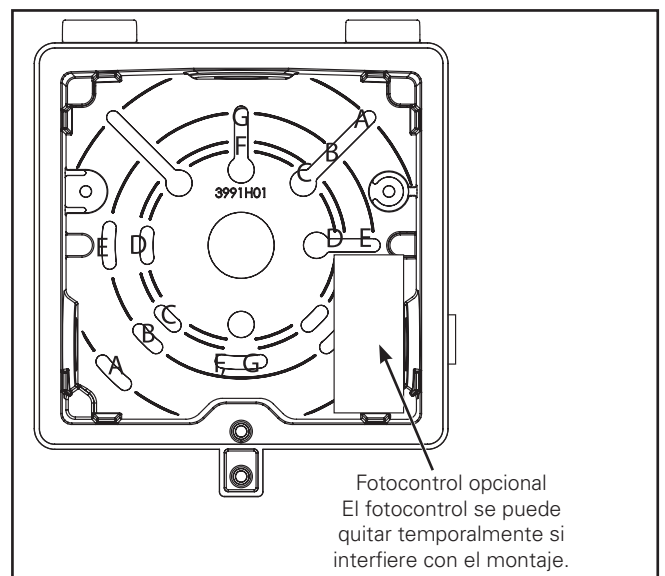

Figura 1.
- Desatornille la puerta con el destornillador phillips. Retire la puerta de la caja trasera. Confirme el tamaño de la caja de derivación antes de retirar el material de la junta para la aplicación (Figura 1). Solo retire el material de la junta necesario para la instalación. Monte la caja de derivación en la caja trasera con el accesorio incluido o mediante montaje con retraso. Utilice los empalmes de la caja de derivación para el montaje con retraso (Ejemplo: D-D). Accesorio de montaje con retraso de otras marcas.